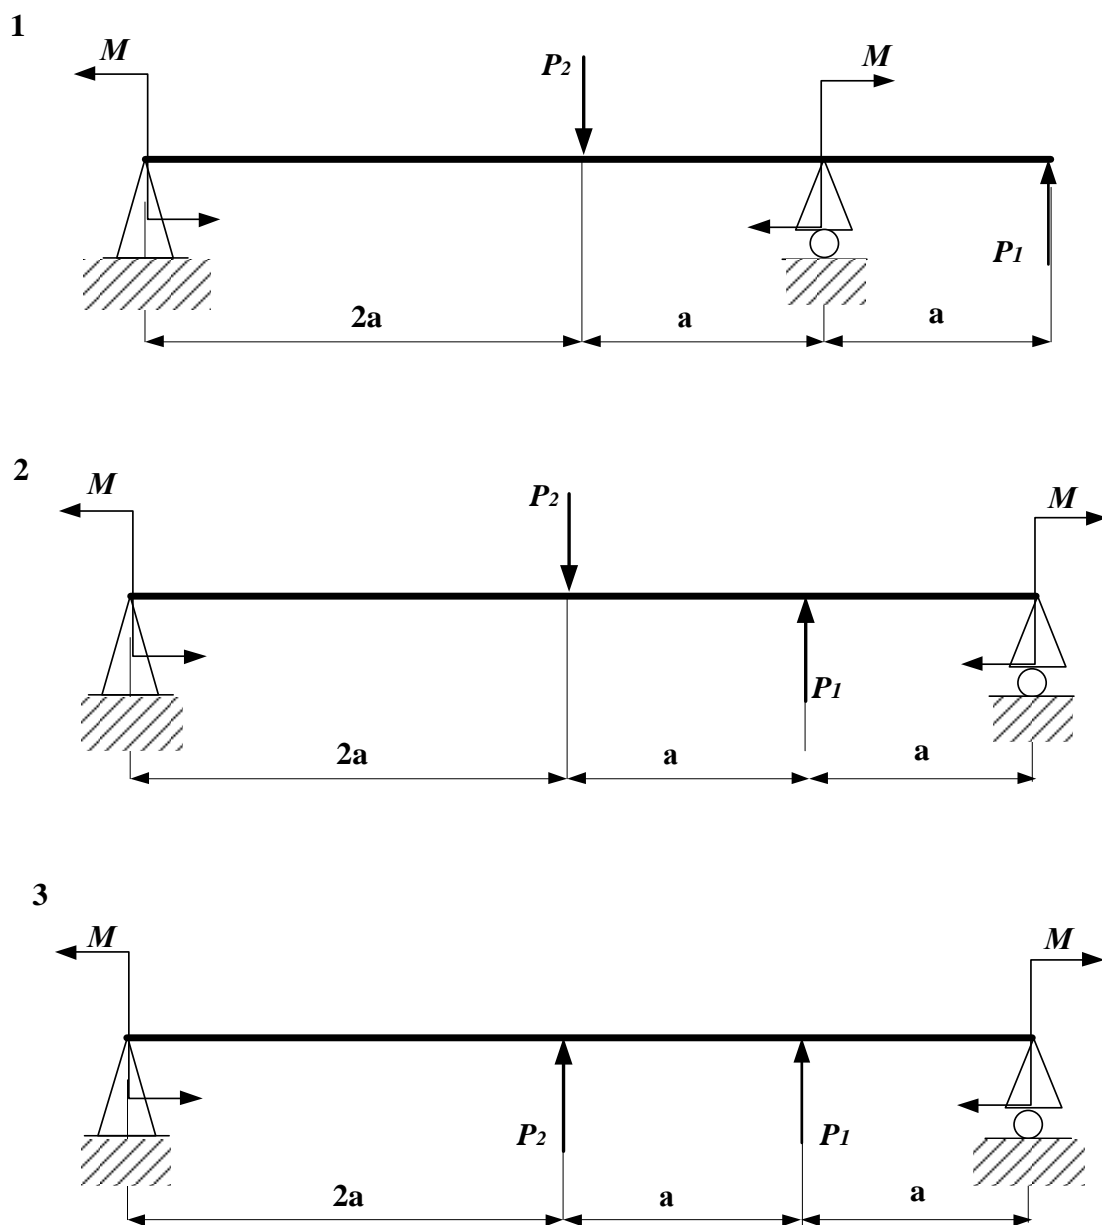

Рис.1. Расчетная схема двухопорной балки
- 1) Для стальной балки (рис.1) подобрать рациональное сечение (3 на выбор) из условия прочности. Материал балки сталь Ст 25.
- 2) Проверить двутавровую балку № 16, ГОСТ 8239-72 (рис.1) по IV теории прочности. Материал – Ст 10. Определить прогиб и угол поворота сечения на свободном конце балки, используя способ Верещагина. Жесткость балки $E \cdot J_x = \text{const}$.
- 1) Схема бруса и характер нагрузки (рис.1).